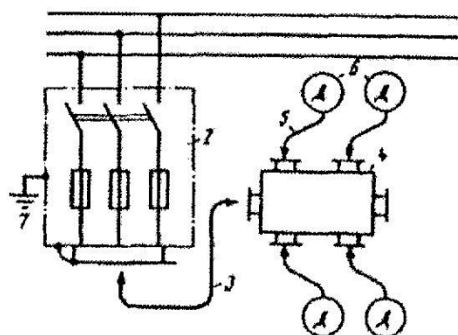

Рис. 2. Схема низковольтной сети
12. Какие характеристики низковольтной сети изображены на схеме рис. 2
- а) напряжение (U) = 220 В, частота тока (H) = 50 Гц;
- б) напряжение (U) - 380 В, частота тока (H) = 50 Гц;
- в) напряжение (U) = 10 кВ, частота тока (H) = 50 Гц.